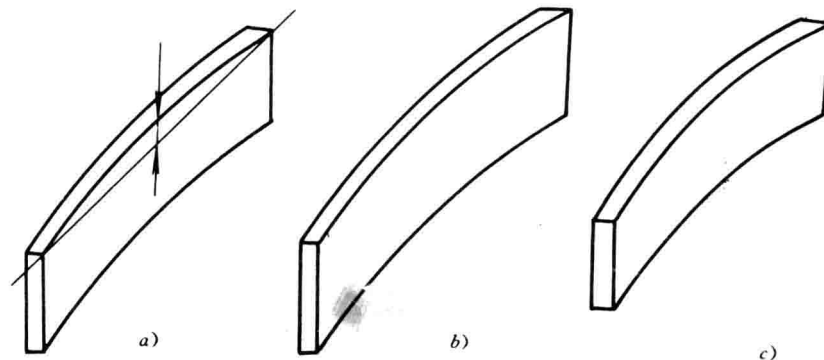

图 1.4
12. 在矫正扁钢立面弯曲时，可采用直击法、锤展法和火焰矫正法，请分别用箭头在图 1.4 中标出直击、锤展和火焰矫正时锤击和加热的位置，并标出是何种方法。